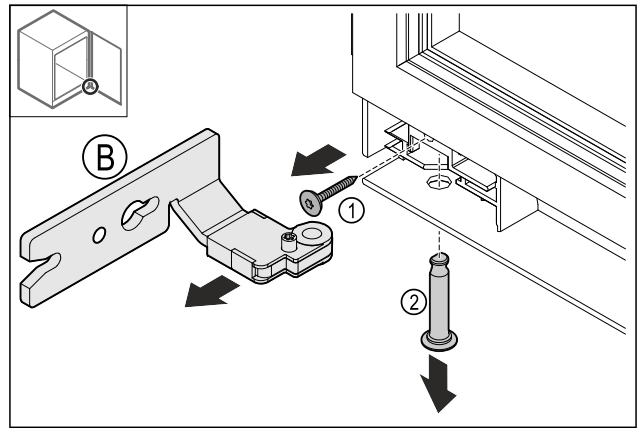

Fig. 16
- ▶ Schraube Fig. 16 (1) entfernen.
- ▶ Bolzen Fig. 16 (2) entfernen.
- ▶ Scharnier Fig. 16 (B) entfernen.